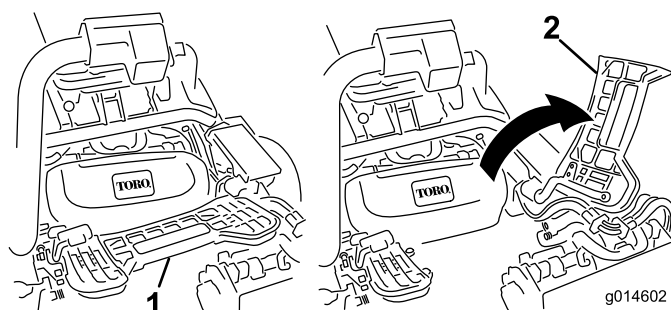

Рисунок 32
2. Поднимите и поверните вверх подножку, открывая доступ к центральному режущему блоку (Рисунок 32).